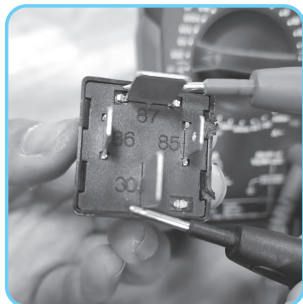
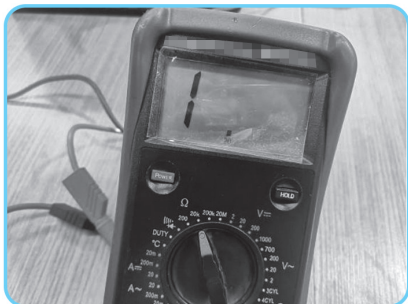

图 1-1-34 连接继电器的 30 端子和 87 端子
图 1-1-35 测量结果
②用万用表的电阻挡 $10\ \text{k}\Omega$ 挡检测。用红表笔连接继电器的 30 端子,用黑表笔连接继电器的 87 端子,电阻值应无穷大,如图 1-1-34、图 1-1-35 所示。